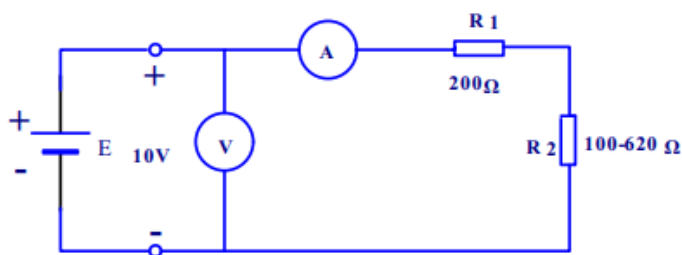

图. 12-1
- 按图 12-1 接好电路，注意接入限流电阻  $R_1$ ，之后接通稳压电源；